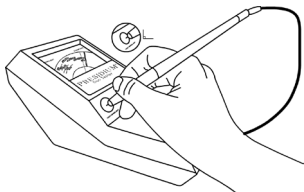

Fig. 1.4
- Premere la punta della sonda sul disco per il test dei simulanti collocato a sinistra della lampadina dell'indicatore (**Fig. 1.4**). Applicare una pressione sufficiente a far rientrare completamente la punta sporgente all'interno della sonda a penna. L'indicatore dovrebbe posizionarsi, e rimanere posizionato, all'interno della fascia bianca (preferibilmente al centro della fascia bianca) sormontata dalla dicitura "CAL", entro due o tre secondi.